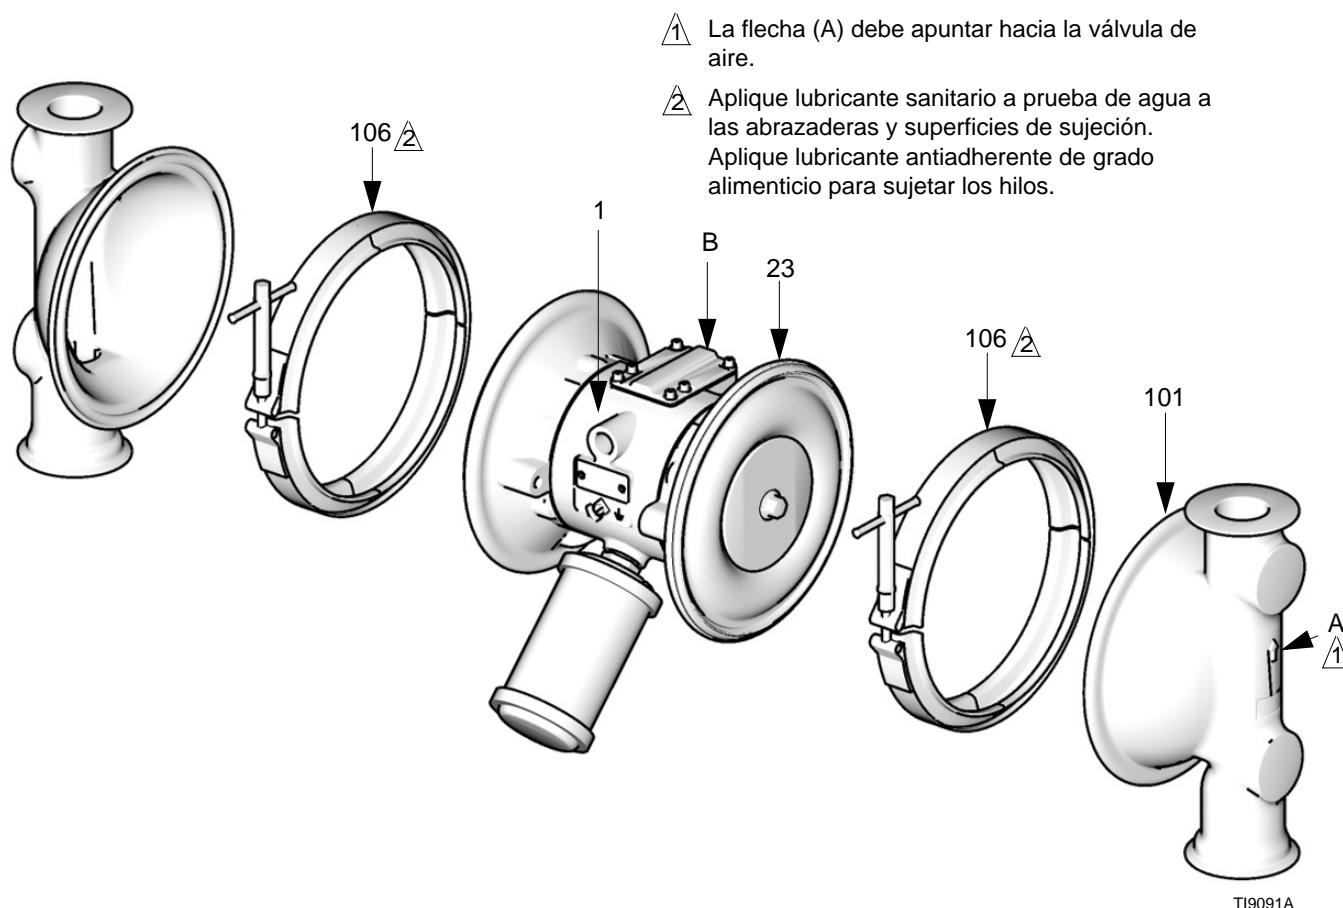

Fig. 10
3. Retire las abrazaderas (106) que sostienen las cubiertas de fluido (101) en las cubiertas de aire (23). Extraiga las cubiertas de fluido (101) de la bomba. Consulte la FIG. 10.
2. Instale el conjunto de diafragma en un extremo del eje (24) de la siguiente manera:
- a. Instale la junta tórica (108*) en el perno del eje (107).
- b. Instale la placa del lado del fluido del diafragma (105) en el perno de forma que la cara redondeada quede orientada hacia el diafragma (401).
- c. Instale el diafragma (403*). Cerciórese de que la cara marcada AIR SIDE (lado de aire) quede orientada hacia la carcasa central (1).
6. Alinee las cubiertas de fluido (101) y la carcasa central (1) de forma que las flechas (A) de las cubiertas queden orientadas en el mismo sentido que la válvula de aire (B). Fije las cubiertas con abrazaderas. Consulte la FIG. 10.